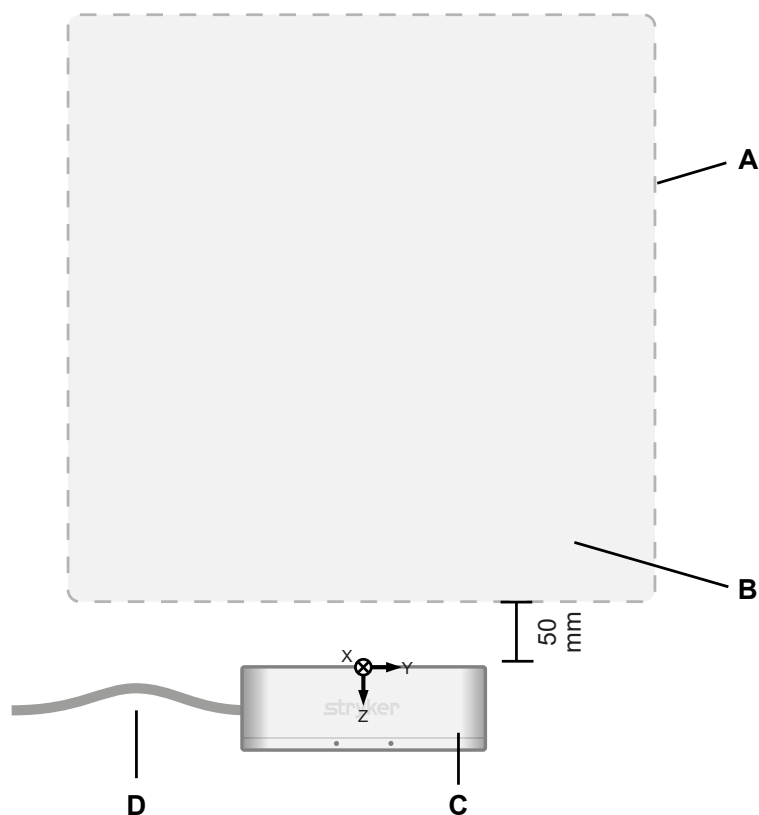

Рис. 2. Расположение электромагнитного генератора (вид сверху)
5. Расположите кронштейн электромагнитного генератора так, чтобы расстояние между электромагнитным генератором и рабочей зоной составляло 50 мм. См. рис. 2.